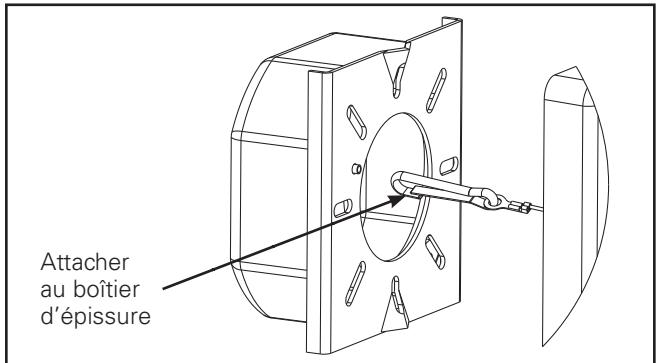

Figure 2
3. Fixez l'attache de la paroi arrière à la boîte d'épissure vis de montage (Figure 2).